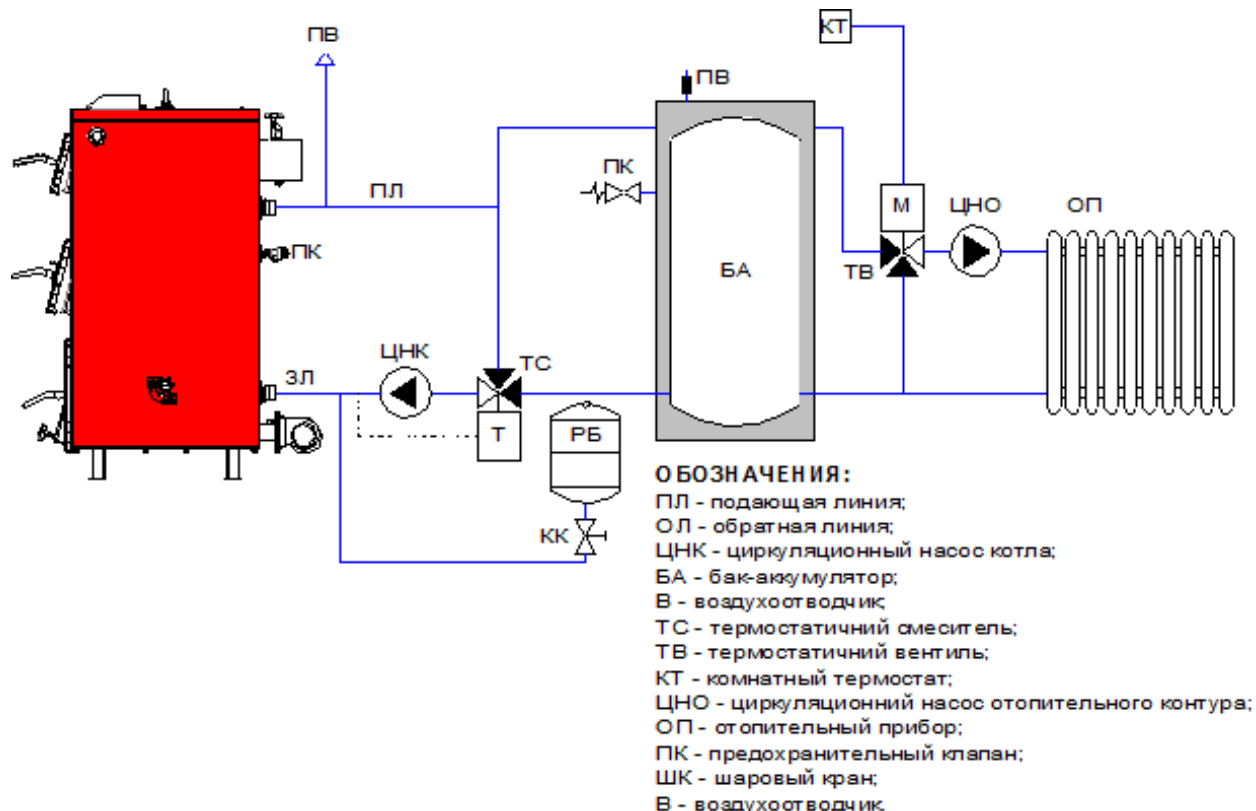
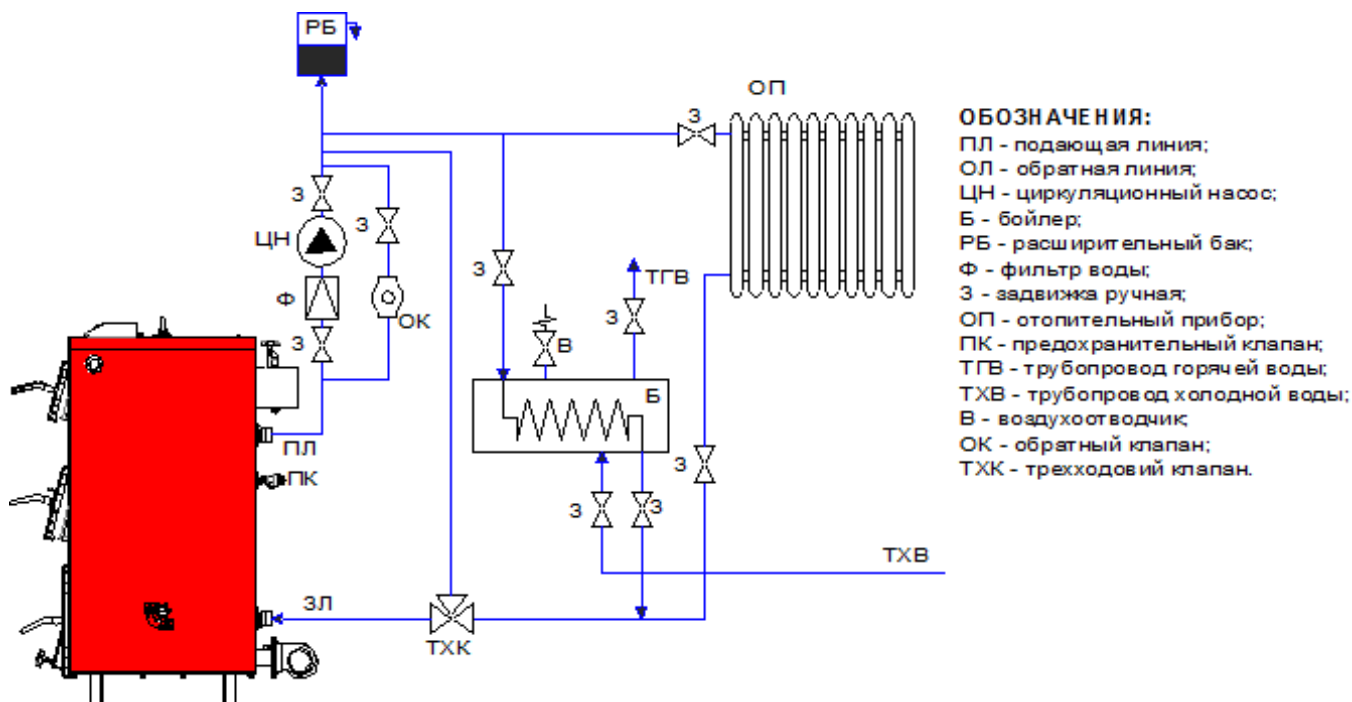

Рис.4 Схема обвязки котла с баком аккумулятором (рекомендованная)
Рис.5 Схема обвязки котла с бойлером (рекомендованная)
6.3.4 Типичные схемы обвязки котла приведены на Рис.4, Рис.5.